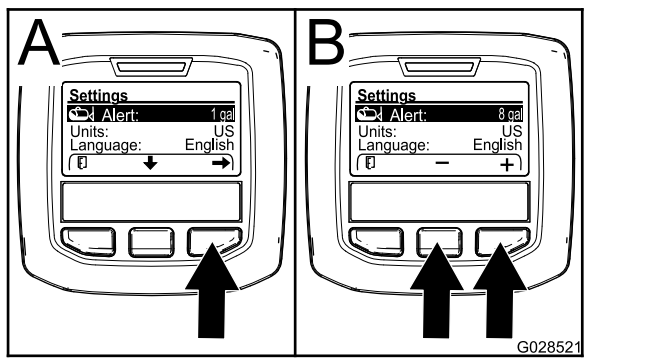

Figura 8
1. Apăsați butonul de selectare centru pentru a evidenția setarea Alertei (Figura 8).
2. Apăsai butonul de selectare dreapta (Figura 8).
3. Utilizai butoanele de selectare centru sau dreapta pentru a introduce cantitatea minimă din rezervor atunci când se afiează alerta în timpul funcționării pulverizatorului (Figura 8).